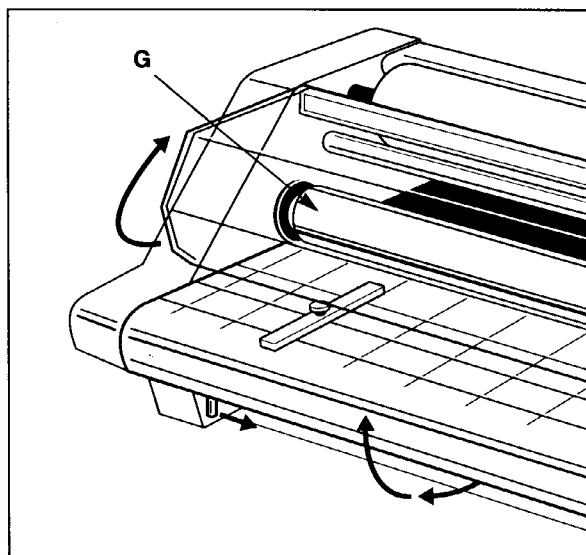

Fig. 3A
G. HEAT ROLLERS: Silicone rubber coated steel tubes. Used to heat the laminating film and compress the heated film to the items being laminated. Heat is provided by an internal infrared element. The heat rollers are motor driven for ease of loading new film (Figure 3A).
G. HEIZWALZEN: Silicon-überzogene Walzen. Erhitzen die Laminier-Folie und pressen die erhitzten Folien auf die Dokumente. Die Hitze wird von einem inneren Heizelement geliefert. Die Heizwalzen werden zum problemlosen Folieneinzug angetrieben (Abb. 3A).
G. WARMTEROLLERS: Dit zijn stalen buizen met een coating van siliconenrubber, die de lamineerfilm verhitten en deze tegen de te lamineren documenten drukken. De warmte wordt geleverd door een intern infrarood verwarmingselement. De warmterollers worden aangedreven door een motor, zodat invoeren van nieuwe film eenvoudig is (zie afb. 3A).
G. ROULEAUX CHAUFFANTS: tubes en acier recouverts de caoutchouc siliconé, utilisés pour chauffer le film de plastification et le faire adhérer par pression sur les documents à plastifier. La chaleur est dégagée par un élément interne à infrarouge. Les rouleaux chauffants peuvent être actionnés par un moteur pour faciliter le chargement de nouvelles bobines (figure 3A).